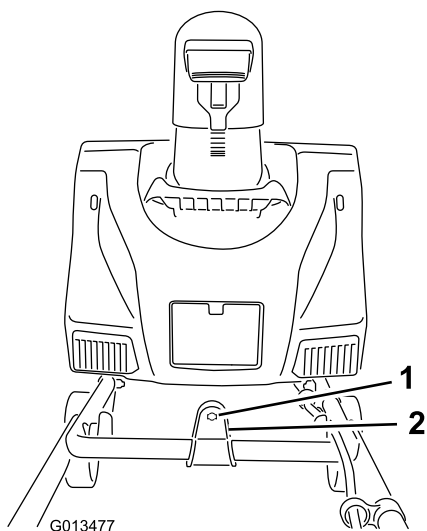

Figure 4
2. Insérez l'extrémité de la tige d'orientation de la goulotte dans le trou de clavette du support qui est fixé au sommet de la partie inférieure du guidon (Figure 4).